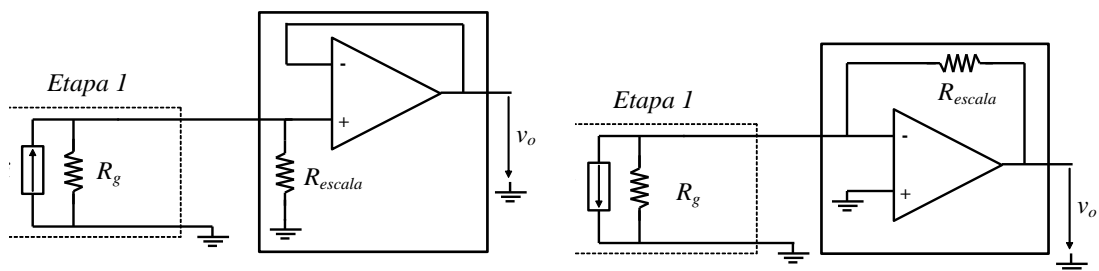

Figura 5.8
- Si la información se recibe en forma de fuente de corriente, lo habitual es transformarla a fuente de tensión. Para ello se utiliza uno de los circuitos de la figura 5.8. El primero sólo es útil si  $R_{escala} \ll R_g$  ya que de otro modo, una parte significativa de la corriente del sensor se irá por su resistencia interna, con la consiguiente pérdida de información. El segundo circuito es más preciso, pero su único inconveniente es que el AO debe manejar la corriente del sensor y quizá ésta pudiera ser mayor que la máxima admitida por el AO.